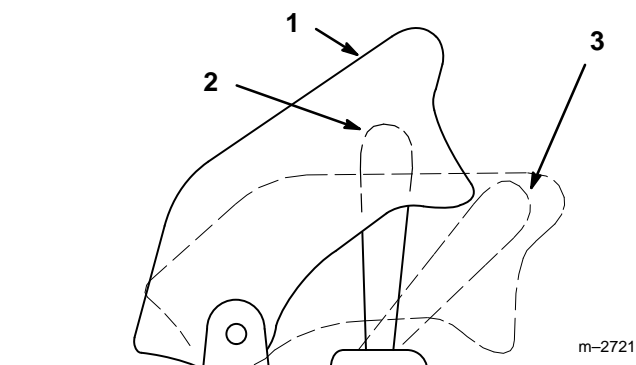

Abbildung 7
2. Die Abdeckung anheben und den PTO-Schalter zum Einkuppeln des Mähwerks auf "ON" stellen (Abb. 7).
2. Die Abdeckung des PTO-Schalters herunterlassen. Dadurch wird der Schalter auf "OFF" gestellt und das Mähwerk ausgekuppelt (Abb. 7).